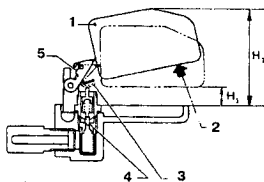

Рис. 3.17 Схема установки высоты поплавка (См. Раздел 13)
16. Проверните крышку карбюратора так, чтобы рычаг поплавка касался игольчатого клапана под своим собственным весом. Измерьте зазор H1 между поверхностью поплавка и поверхностью верхней крышки (См. Рис. 3.17).